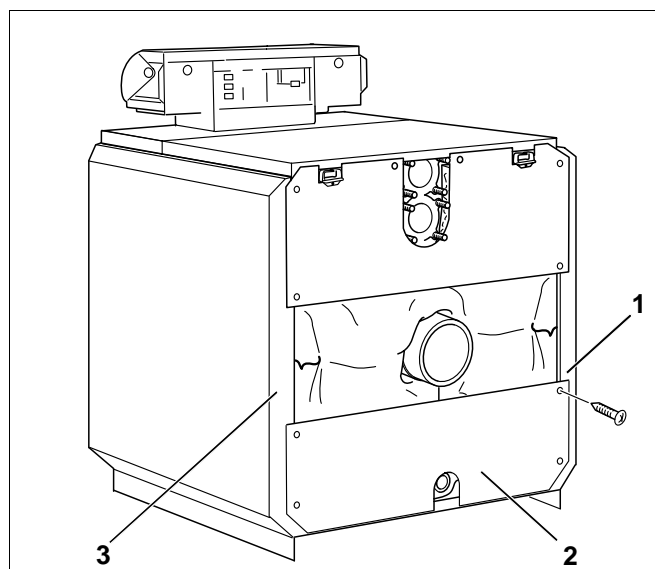

Fig. 40 Montering af den nederste bagkappe
- Skru den nederste del af bagkappen (Fig. 40, **pos. 2**) fast til sidekapperne med udskæringen til påfyldnings- og tømningstilslutningen vendende nedad (Fig. 40, **pos. 1 og 3**).